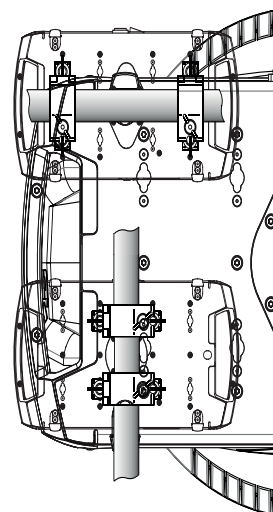

Bild 3: Klemmenpositionen
Der MAC Quantum Wash kann auf stehend auf einer ebenen Oberfläche oder in beliebiger Orientierung gehängt werden. Verwenden Sie Halbcoupler (siehe Bild 3) oder andere Klemmen, die geschlossen um die tragende Struktur greifen und für das Gewicht des Gerätes ausgelegt sind, wenn der Bügel nicht senkrecht nach unten zeigt.
Die Aufnahmen für die Befestigung der Klemmen in der Basis ermöglichen die Befestigung der Klemmen wie in Bild 3 gezeigt.
3. Siehe Bild 3 auf Seite 7. Setzen Sie die Klemme auf zwei passende Montagepunkte in der Basis des Geräts (siehe Bild 4). Führen Sie die Schnellverschlüsse ein und verriegeln Sie die Verschlüsse durch eine 90°-Drehung im Uhrzeigersinn. Installieren Sie die zweite Klemme.